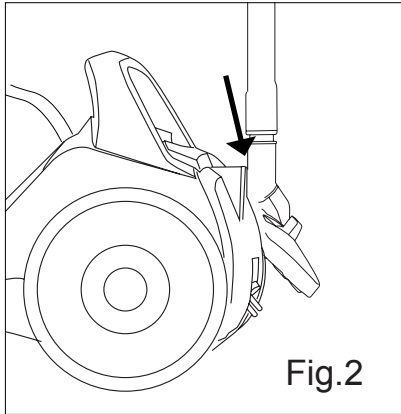

Fig.2
- Para hacer uso del parking horizontal ancle el gancho de la zapata en el enganche que se encuentra en la parte posterior del aparato. (Fig. 2).